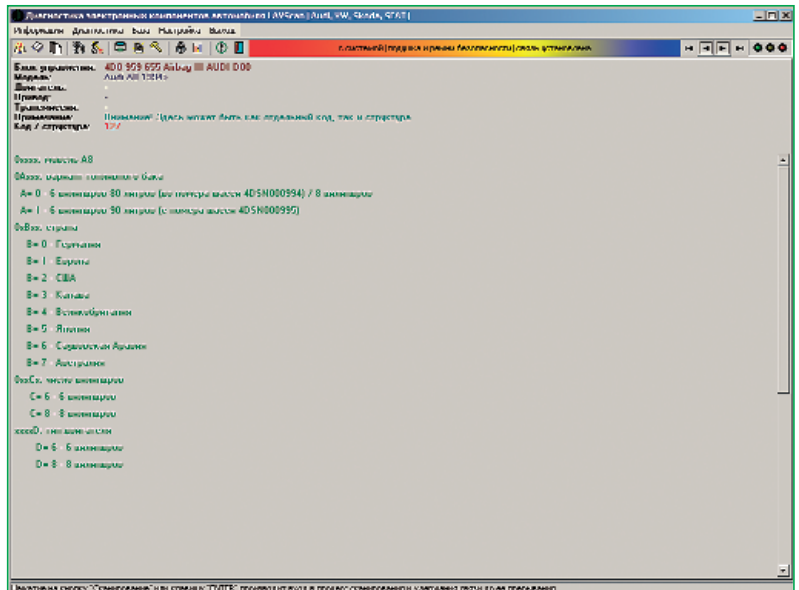

Рис.2. Пример формирования кодировки в авторских диагностических системах VAG-Scan и LAVScan
При наличии у диагноста соответствующей информации процесс выбора кодировок достаточно прост. Одна из проблем состоит в том, что часто диагност лишен такой информации. Для того чтобы облегчить работу специалиста с 07 функцией, в диагностическую систему VAG-Scan V3.x был встроен экран формирования кодировок. Так впервые сканер был оснащен информацией, которая действительно необходима диагносту для практического использования. Этот экран также унаследовала диагностическая система LAVScan. На ее примере мы и рассмотрим реализованный на рис. 2 механизм формирования кодировки для модуля управления подушкой и ремнями безопасности 4D0959655 автомобиля Audi A8.
ствующей ей позиции, ее значение должно быть выбрано равным нулю (относится к незначимым разрядам). Более совершенные программы и сканеры не требуют ввода незначимых левых нулевых значений, для менее совершенных программ и дилерских приборов их ввод может быть строго обязателен. На рис. 2 указано как «жесткое» значение кодировки (127), так и алгоритм формирования «мягкого» значения в зависимости от внешних условий. С «жестким» значением модуль может поставляться с завода изготовителя, «мягкое» значение кодируется диагностом при установке на автомобиль нового модуля или изменения условий использования прежнего модуля.
Автором создана удобная и наглядная буквенная система, при которой каждой позиции цифры соответствует буква латинского алфавита. Для данного примера, А – позиция второй цифры, В – третьей, С – четвертой, D – пятой. На рис. 2 первая позиция кода фиксирована и не может быть изменена для данной модели автомобиля, поэтому ей соответствует не буква, а нулевое значение. Кодирование и декодирование по данной системе происходит следующим образом. К примеру, мы имеем в наличии модуль 4D0959655, который хотим установить (или перекодировать) в шестицилиндровый автомобиль Audi A8 с 90-литровым топливным баком, который будет эксплуатироваться в Германии. Для этого мы последовательно по позициям выбираем цифры, которые соответствуют позициям букв, и составляем результирующий код. То есть в нашем случае код формируется так: 0 (A8) + 1 (90 литровый бак) + 0 (Германия) + 6 (6 цилиндров) + 6 (6 цилиндров) = 01066.